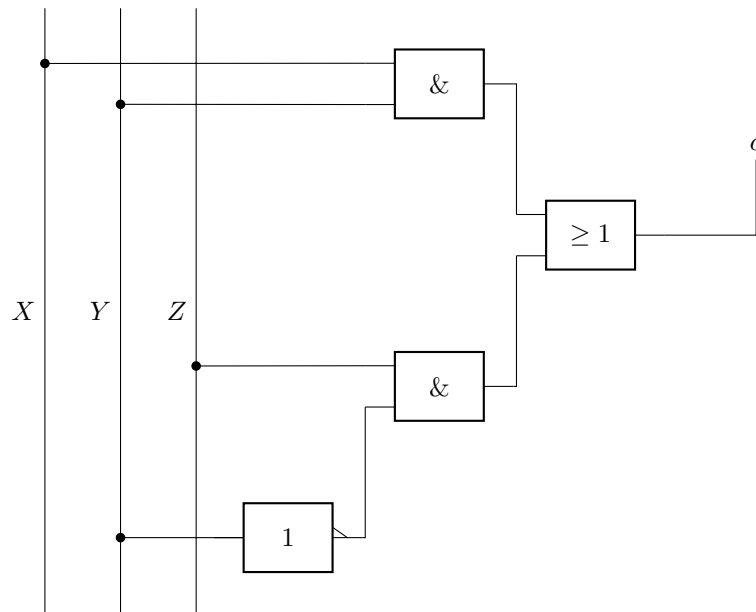

Abbildung 2.4: Zeichnen Sie hier Schaltung ein, die der ermittelten Normalform des Glitch-behafteten Schaltnetzes entspricht
2. Zeichnen Sie einen Schaltplan dieser Funktion mit AND-, OR- und NOT-Gattern in den dafür vorgesehenen Platz in Abbildung 2.4.